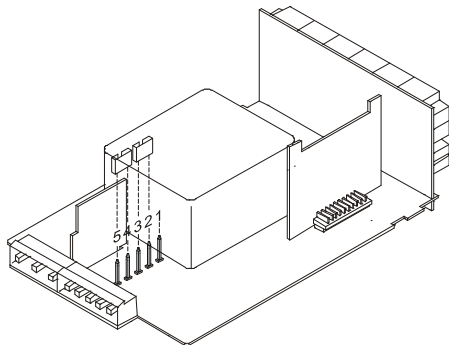

Fig. 9.2. Sélecteur de l'alimentation pour 230 V ou 48 V AC
- Changement de tension : Voir fig 9.2
Pour passer de 24V AC à 48 V AC, modifier la position des ponts selon la fig. 9.2 et le tableau 1.